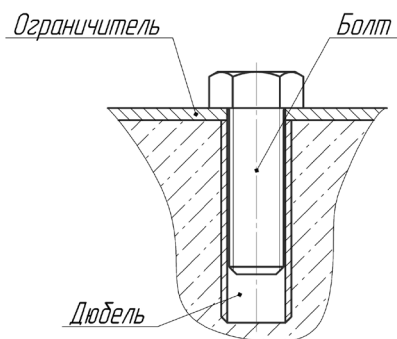

Рис. 3 Крепление ограничителя
2.2.2.4 Ограничители рекомендуется закрепить на основании при помощи болтов с соответствующими дюбелями (Рис. 3) или анкерных распорных болтов (в комплект весов не входят).